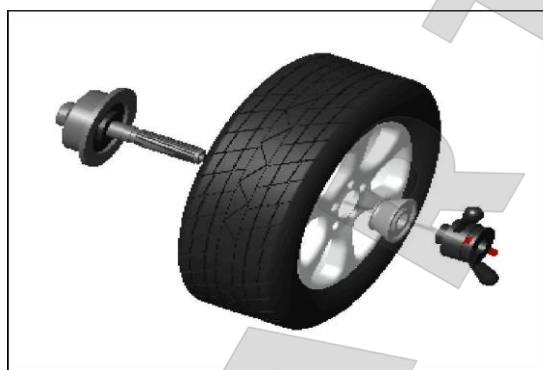

Рис. 6-1
6.2.2 Рисунок 6-1, установите колесо и конус на основной вал, закрепите рукоятки и убедитесь, что конус плотно прижал колесо. После фиксации колеса можно выполнить балансировку.